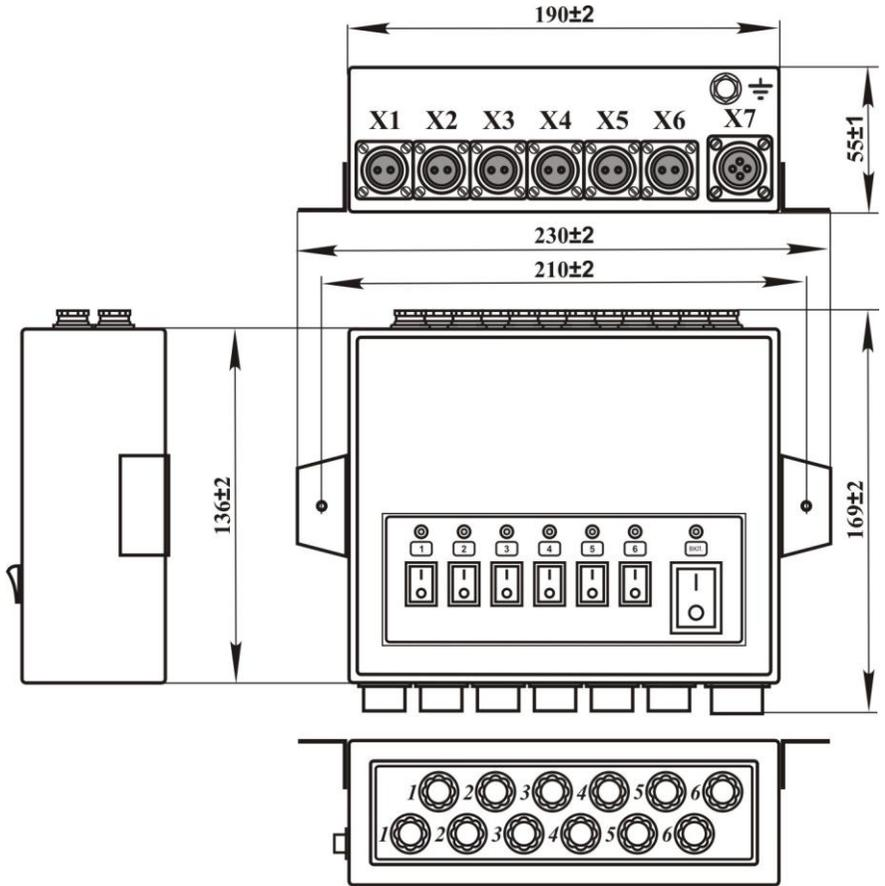

Рис.1
2.5 Габаритные размеры (рис.1) - 230x169x55 (мм).